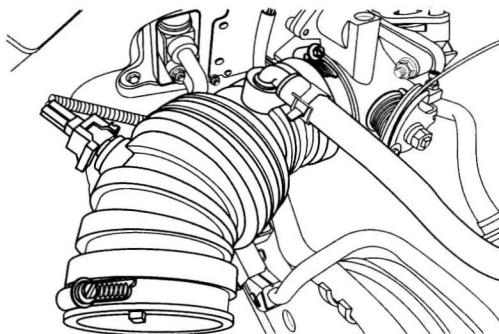

图 1-3-1 拆卸空气软管
4. 从节气门体上拆卸空气滤清器出口软管（图 1-3-1）。